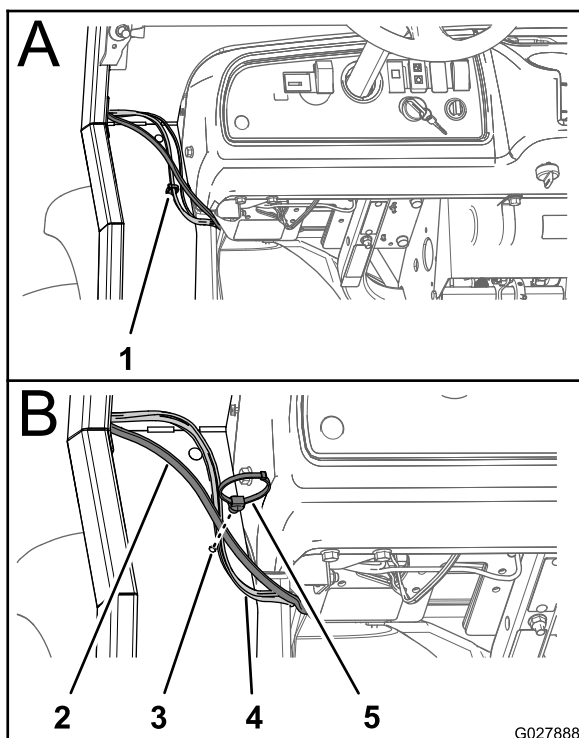

Рисунок 49
4. Снимите хомут, который крепит жгут проводов кабины к нижней передней панели кабины автомобиля со стороны водителя (**Рисунок 49**).
- Установите вставной держатель на место хомута жгута проводов, снятого при выполнении пункта 4 (Рисунок 49).
- Закрепите жгут проводов кабины, жгут проводов насоса омывателя и шланг кабельной стяжкой, которая является частью вставного держателя. (Рисунок 49).